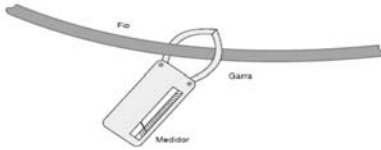

FIGURA 108 – ALICATE AMPERÍMETRO
**Medição de corrente elétrica:** O aparelho possui garras que “abraçam” o condutor por onde passa a corrente elétrica a ser medida. Essas garras funcionam como núcleo de um transformador de corrente em que o primário é o condutor, no qual está sendo realizada a medição e o secundário é uma bobina enrolada que está ligada ao medidor propriamente dito, conforme indica a figura 108.